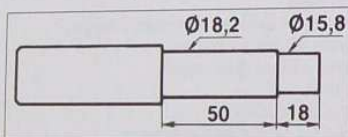

FIG.1
- Mettre en place le disque d'embrayage, déport du moyeu côté boîte de vitesses, ressorts du moyeu amortisseur côté mécanisme, en utilisant un centreur approprié (outil Citroën 9513-T) ou un centreur universel (cotes de réalisation de l'outil de centrage fournies en mm Fig.1).